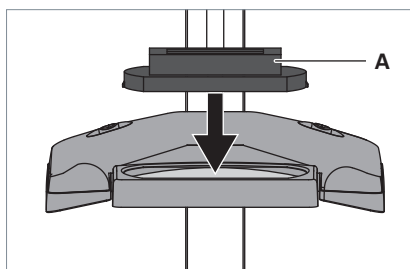

Fig. 3: Monter le recouvrement de la loupe
- ▶ Poussez le recouvrement **A** sur la loupe et relâchez le recouvrement de la loupe, voir Fig. 3.